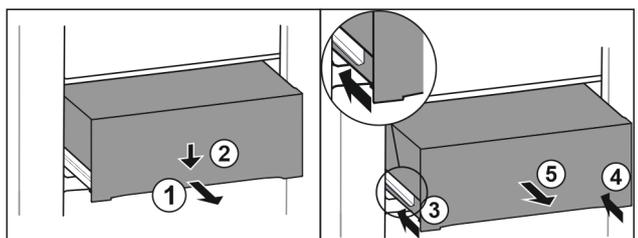

Fig. 91
- ▶ 将抽屉拉出一半。 Fig. 91 (1)
- ▶ 朝下按压正面的抽屉。 Fig. 91 (2)
- ▶ 将左侧轨道推入大约 2 cm。 Fig. 91 (3)
- ▶ 将右侧轨道推入大约 2 cm。 Fig. 91 (4)
- ▶ 朝前取出抽屉。 Fig. 91 (5)